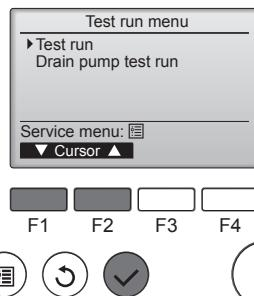

Fig. 7-4
- ④ Seleccione "Test run" (Modo prueba) con el botón o , y pulse el botón . (Fig. 7-4)